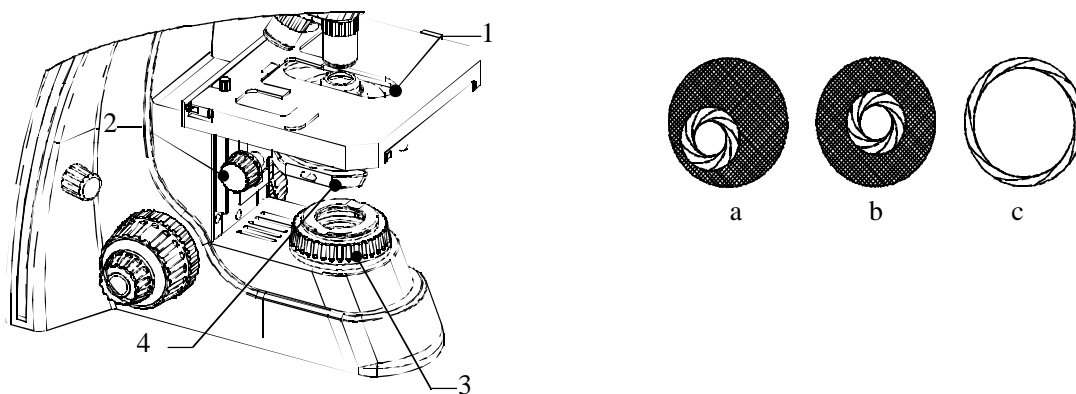

Рис. 4
(1) Поместите образец на стеклянную поверхность смотрового столика 1, отрегулируйте ручку регулировки конденсора 2 и установите конденсор в самое верхнее положение.
(2) Установите объектив 10X на оптический путь, поверните диафрагму поля 6 немного совместив с полем, как показано на рис. 4-а, если диафрагма поля находится не в центре поля, ее можно отрегулировать двумя внутренними шестигранными ключами. к центру поля, как показано на рис.4-б. Перезапустите диафрагму поля, чтобы она была больше, чем поле, как показано на рис.4 -с